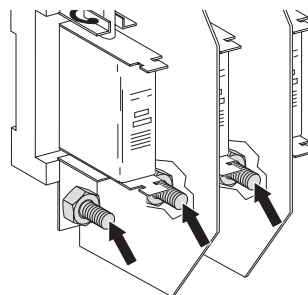

Fig. 15 Raccordement de puissance coffrets C1 et C2
- Brancher les phases repère L1, L2, L3 sur les plages repérées L1, L2, L3 (fig. 15, 16, 17 et 18).